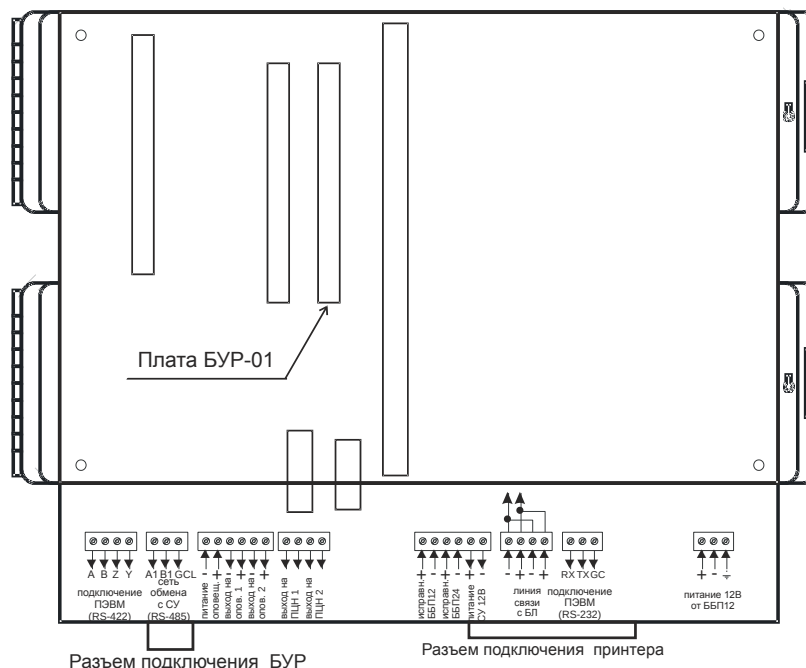

Рис. 1
- установить плату БУР в разъем материнской платы БЦП, расположенный слева от процессорной платы (рис. 1);